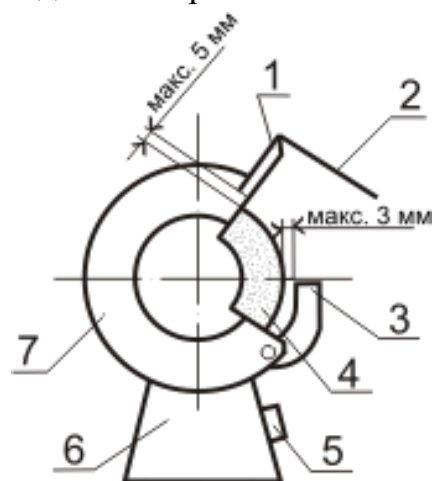

Рисунок 5.
6.1 Наладка оборудования (см. рис.5).